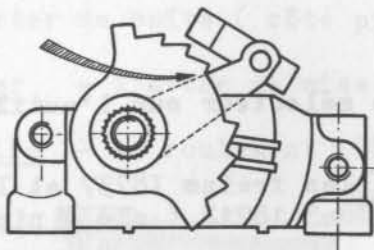

FIG.6
- Poser - le ressort de cliquet 18736 (voir position FIG. 6 )
- Positionner - la fourchette 18697 et la roue à rochet 18701 ATTENTION la position de la roue à rochet et de la fourchette doit correspondre à la FIG. 6 lors de l'emmanchement